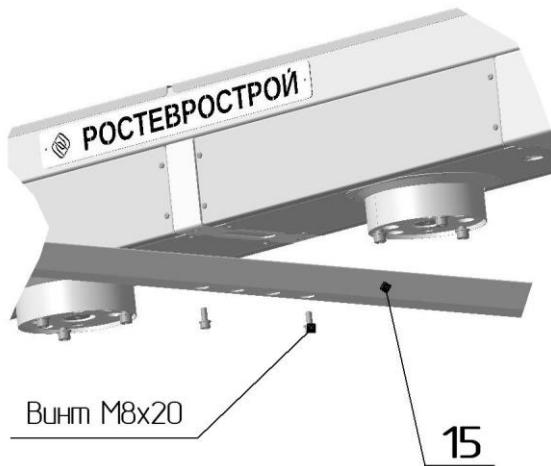

Рис. 2 Установка верхней стяжки **15** на раму привода **5**
- к нижней плоскости рамы привода установите верхнюю стяжку **15** и закрепите двумя винтами M8 (рис. 2);
- закрепите к фланцам верхней стяжке **15** (рис. 2) четырьмя винтами M8 лицевые панели **3** и **4**;